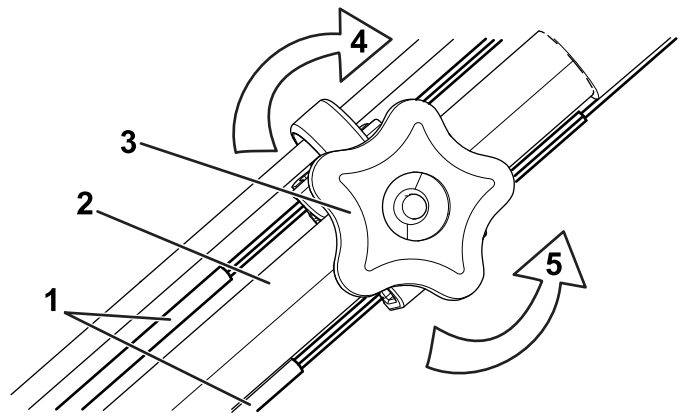

Bild 29
1. Drehen Sie das Handrad nach links, um die Zueinstellung zu lösen (Bild 29).
2. Stellen Sie die Spannung der Züge (Bild 29) ein, indem Sie sie beide zurückziehen oder nach vorne drücken und dann in dieser Stellung halten; behalten Sie gleiche Längen bei.